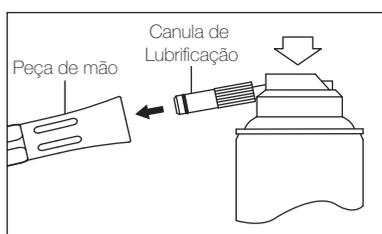

Fig. 3
- 3) Introduza a cânula de lubrificação na parte posterior da peça de mão. Segure na peça de mão e lubrifique durante aproximadamente 2 a 3 segundos. Aplique lubrificante até sair pela parte anterior da peça de mão durante pelo menos 2 segundos. (Fig.3)